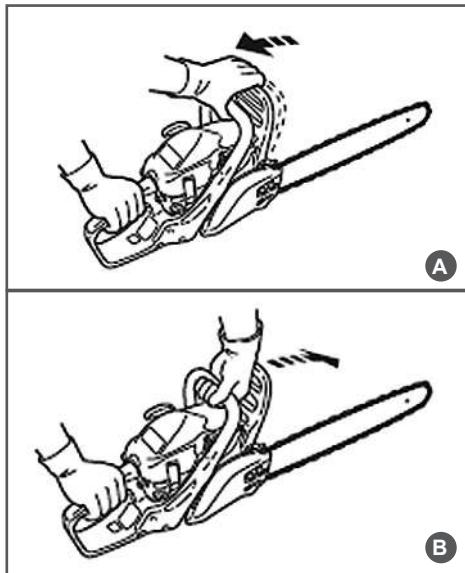

Рис. 7 Проверка механического тормоза цепи
3. Используя тормоз цепи, переместить левое запястье от себя и нажать им на ручку тормоза, не отпуская рукой переднюю рукоятку бензопилы (Рис. 7В).
6. Взведите ручку тормоза (Рис. 7А).